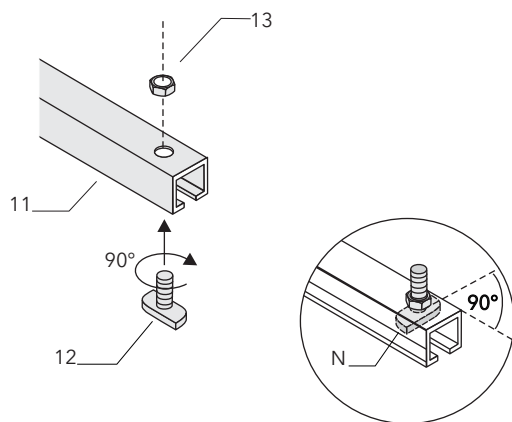

Bild 8 Vorbereiten der Montageschienen am Boden
● **Montageschienen befestigen (Bild 8 und 9)**
Bereits am Boden die Schrauben zur späteren Befestigung des Kollektors montieren. Dazu nach Bild 8 die Hammerkopfschrauben (12) in die Bohrung an den 4 Schienenenden (11) einfädeln und mit Mutter (13) verschrauben. Hammerkopfschraube nach Einführen um 90° drehen, Mutter mit Flanke rechtwinklig zur Schiene ausrichten. Auf korrekte Positionen achten (Bild 8 - N)!